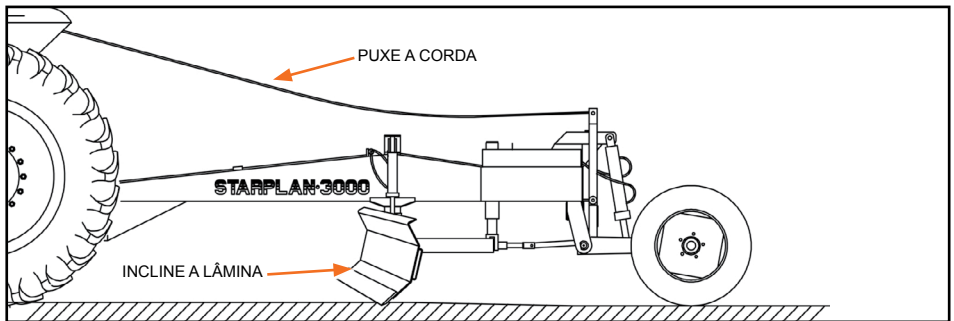

Figura 30
- Puxe a corda para destravar a lâmina (Figura 30);
- Incline-a até que a ponta da navalha do lado que vai ser deslocado para trás toque o solo (Figura 30);